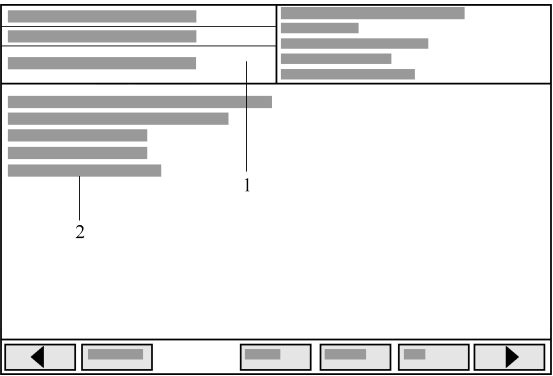

图 7-2-2 诊断仪 V. A. S 5051 A
- 2) 如图 7-2-2 所示，诊断仪 V. A. S 5051 A 显示屏上的显示内容：
- ① 在显示区 1 内查看哪个执行元件正在受控(第 1 个执行元件正在测试)。
- ② 在显示区 2 中依次列出已经受控的或正在受控的执行元件。正在受控的执行元件显示在最下面一行。